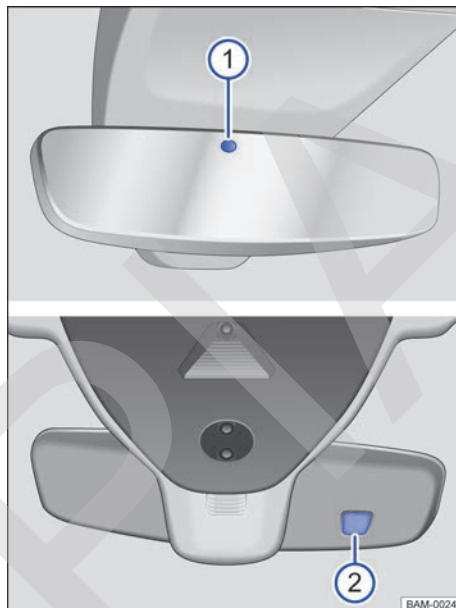

Fig. 94 En el parabrisas: retrovisor interior antideslumbrante automático.
Con el encendido conectado, los sensores miden la incidencia de la luz por detrás → fig. 94 ① y por delante ②.